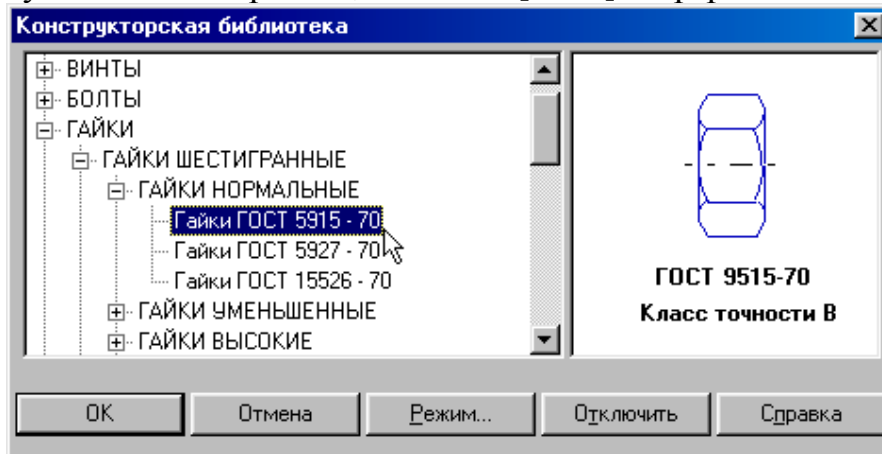

Рис. 6.7.
3. Виберіть розділ *Гайки*, *Гайки шестигранні*, *Гайки нормальні*, *Гайки ГОСТ 5915-70*, рис. 6.7.